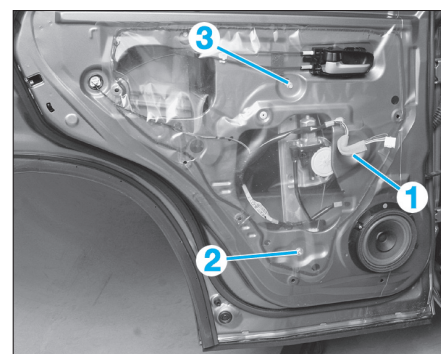

FIG. 55
- Desserrer les trois vis de fixation du mécanisme (Fig.55).